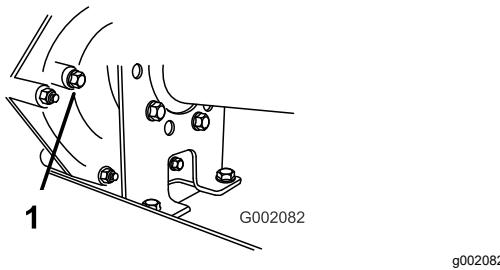

Figura 56
2. Retire o parafuso do orifício indicador do nível (Figura 56).